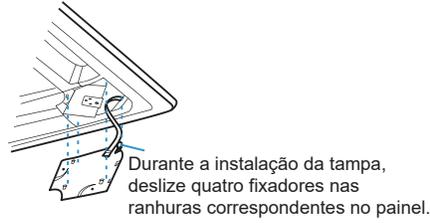

Figura 26
2. Pressione cuidadosamente a tampa de instalação no painel. Consulte a Figura 26